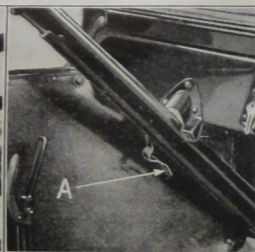

Fig. 15
- (f) Beweeg den beugel aan den verbingssteun tusschen stuurstangsbuis en schutbordscherm naar eene zijde, door eerst een der 2 verbingsbouten uit te draaien en dan den anderen wat los te zetten (zie „A” fig. 15).